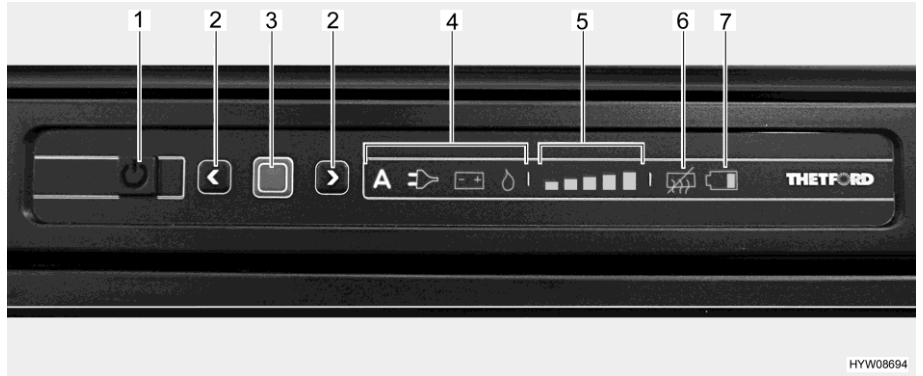

Bild 149 Lysdiodesreglage (kylskåp Thetford)
- Tryck på på/av-knappen (Bild 149,1) i en sekund. Knappen tänds med grönt ljus. Efter ca 10 sekunder dimmas indikeringen automatiskt för att spara ström.
- Tryck på bekräftelseknappen (Bild 149,3). Det sist valda driftläge visas.
- Tryck ned bekräftelseknappen (Bild 149,3) i cirka 2 sekunder. Symbolen för driftläge blinkar.
- Manuellt energival: Med pilknapparna (Bild 149,2) väljer du önskad energikälla.
- Automatiskt energival (endast för utförande med automatiskt energival): Välj driftläget "A" med hjälp av pilknapparna (Bild 149,2).
- Bekräfta valet med bekräftelseknappen (Bild 149,3).
- Tryck på bekräftelseknappen (Bild 149,3) igen. Kylnivåindikatorn (Bild 149,5) blinkar.
- Ändra inställningen genom att trycka på pilknapparna (Bild 149,2) tills önskad inställning visas.
- Tryck på på/av-knappen (Bild 149,1) i cirka 2 sekunder. Alla lampor släcks. Kylskåpet är avstängt.
När kylskåpet sätts på väljs automatiskt den sist valda termostatinställningen. Denna inställning kan ändras manuellt med pilknapparna (Bild 149,2). Det tar alltid några timmar innan man har en normal drifttemperatur i kylskåpet. Vid omkopplingen till ett annat driftläge, bibehålls termostatinställningen.